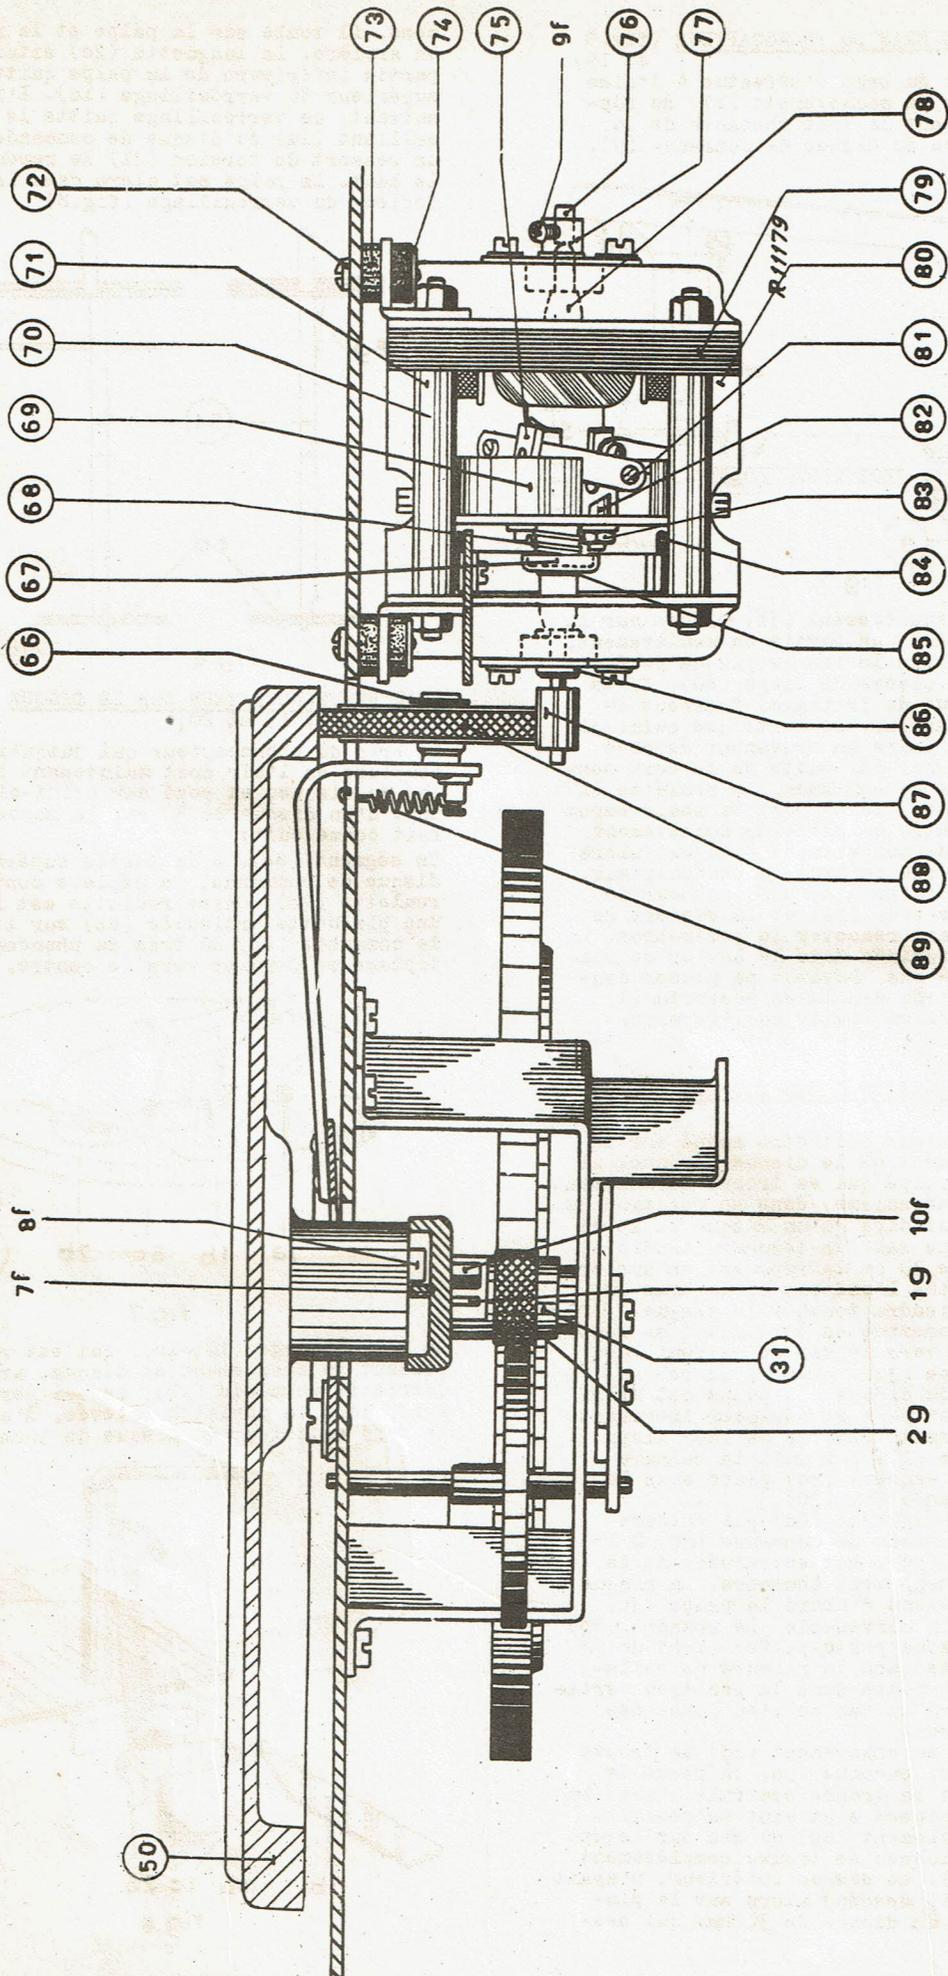

fig. 4
Le tube palier central (31) est entraîné grâce au dos (7f) contre lequel bute la came (8f) fixée au plateau (fig.4).
MOTEUR (voir fig.4)
REGULATEUR DE VITESSE (voir fig.4 et 20)